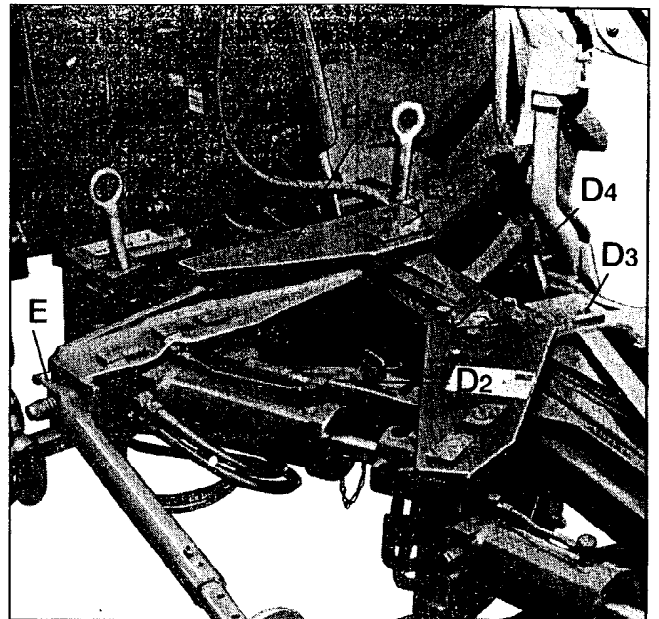

Fig. 16
Lubrificare regolarmente tutti i sistemi di supporto con raccordo di lubrificazione: per esempio su cilindro di rotazione, asse di rotazione, viti angolari, cuscinetto mandrino (E), piastra intermedia E1, perni telaio E2, dispositivi di limitazione dell'oscillazione D2 (Fig. 16; nel cilindro di oscillazione), supporti asta longitudinale e console (D3/D4), avanvomeri, ruota profondità (ruota combinata) compreso supporto.
Le bussole dei sistemi di supporto della console e dell'asta longitudinale (D3,D4) e del telaio (E2) sono intercambiabili (vedere Fig. 16).